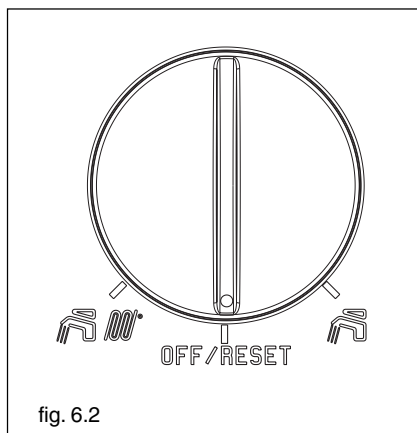
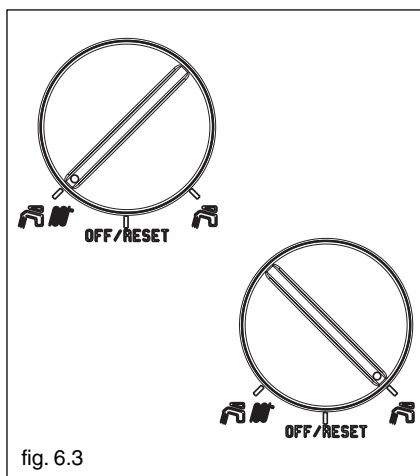

fig. 6.2
fig. 6.3
Posizionare il selettore di funzione su OFF/RESET (fig. 6.2), attendere 5-6 secondi e riportarlo quindi nella posizione desiderata: estate o inverno (fig. 6.3).
- posizionare il selettore di funzione su OFF-RESET (fig. 6.2)